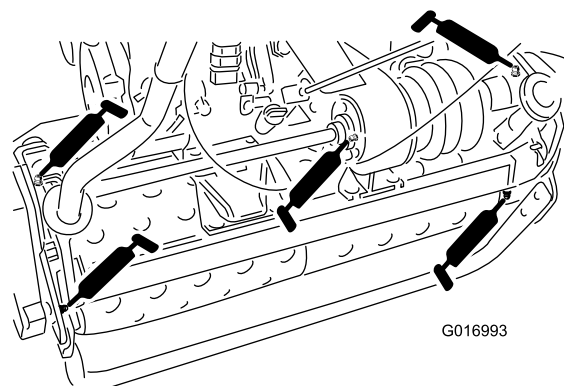

图25
- 鼓轴上 2 个 (图25)
- 差速锁上 3 个 (图25)